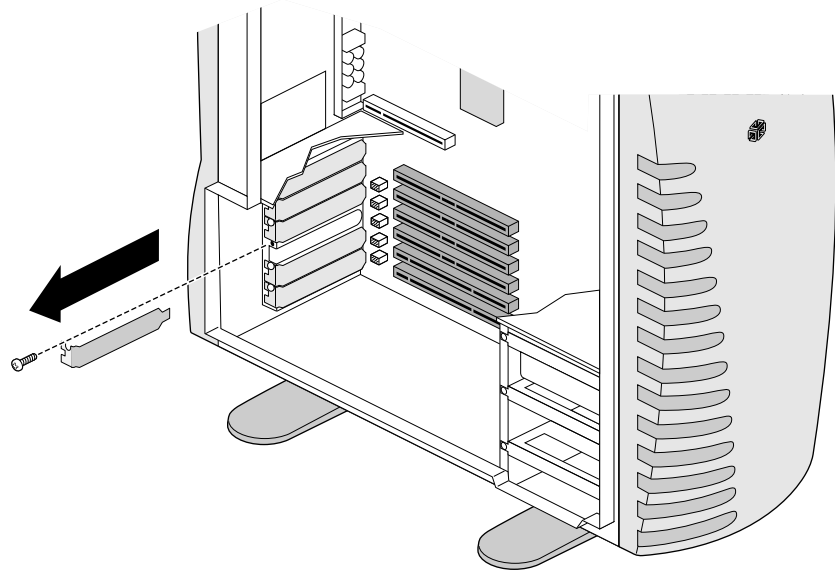

Abbildung 5-2 Abnehmen der E/A-Abdeckblende
7. Entfernen Sie mit einem Kreuzschraubendreher die Schrauben der E/A-Abdeckblende des Steckplatzes, in dem eine PCI-Karte installiert werden soll. Siehe Abbildung 5-2.